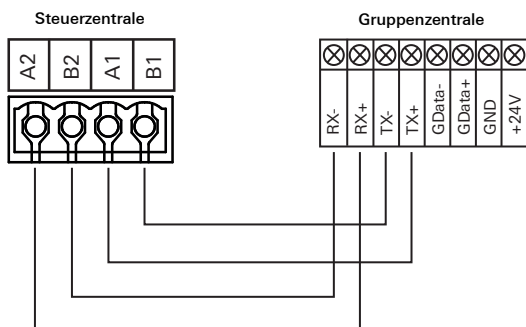

Bild 4.28: Verdrahtung Steuerzentrale zur Gruppenzentrale bzw. DCF77 Modul
2. Verbinden Sie den Stationsbus mit der Steuerzentrale (Bild 4.28).